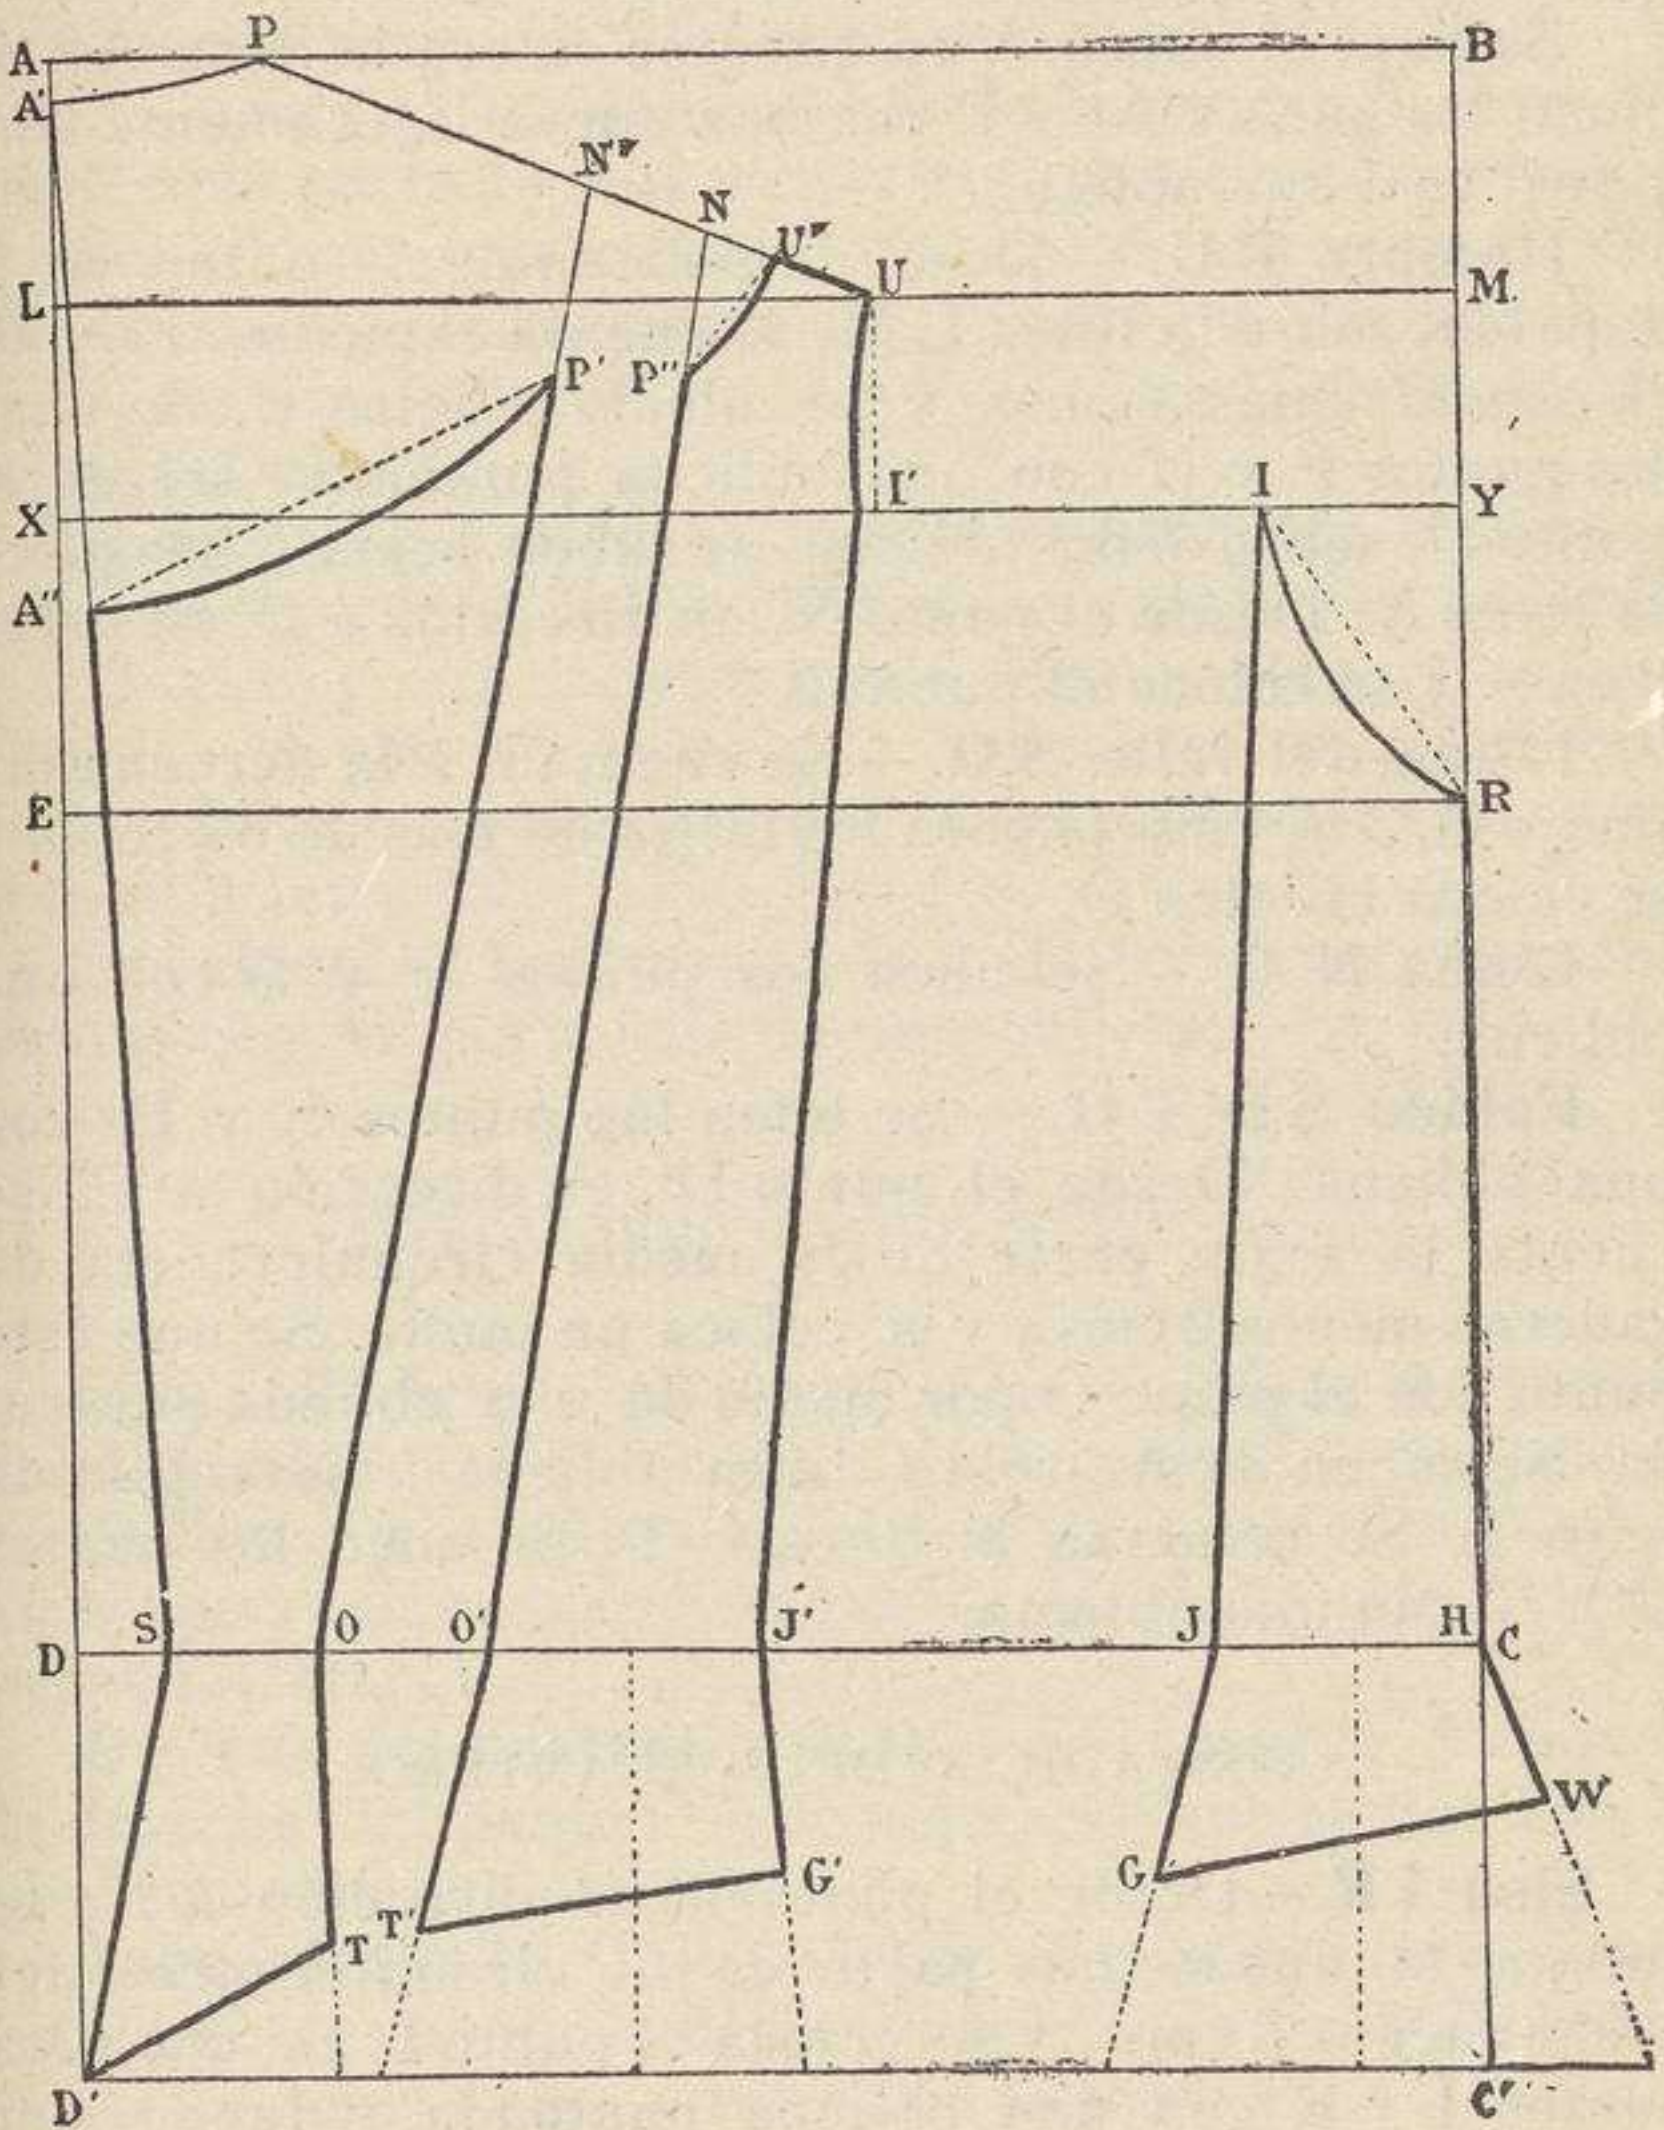

Fig. 69 ( $\frac{1}{5}$  del tamaño real).—Cuerpo descotado espalda y costadillos.
**Rectángulo A B C' D'.** — Se traza un rectángulo A B C' D' (fig. 69), cuyo largo sea la longitud de la espalda más 10 cms. para los faldones, y cuyo ancho sea el medio ancho de la espalda más la duodécima parte de la circunferencia del pecho para los dos costadillos y más 10 centímetros para el desarrollo de los faldones.